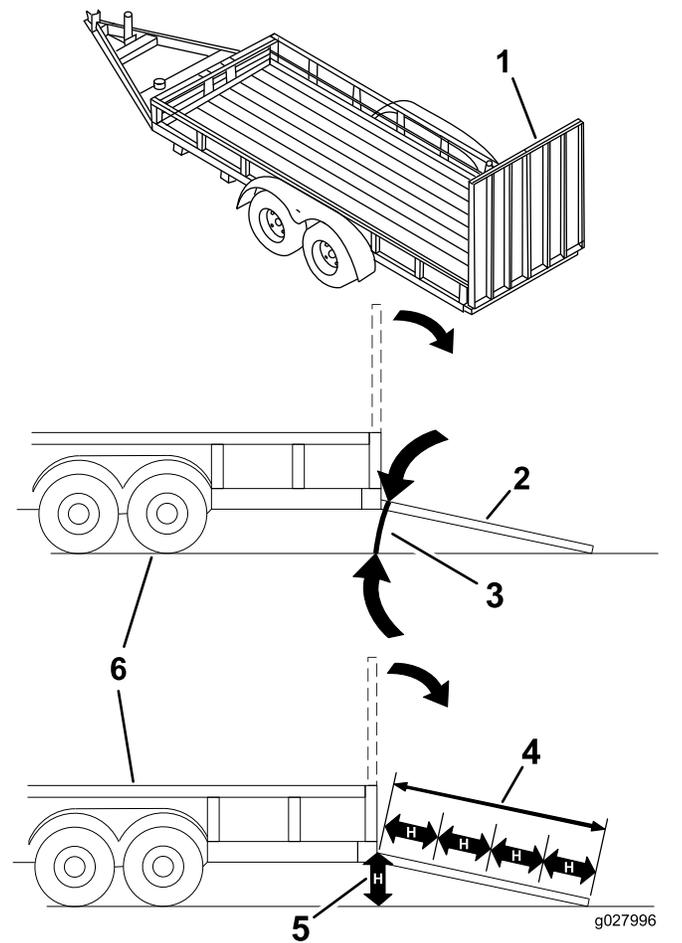

Bild 40
Beim Verladen einer Maschine auf einen Anhänger oder Pritschenwagen erhöht sich die Gefahr, dass die Maschine umkippt und schwere oder tödliche Verletzungen verursacht (Bild 40).
3. Senken Sie die Rampe ab und stellen Sie sicher, dass der Winkel zwischen der Rampe und dem Boden höchstens 15 Grad beträgt (Bild 40).
1. Senken Sie die Rampe ab und stellen Sie sicher, dass der Winkel zwischen der Rampe und dem Boden höchstens 15 Grad beträgt (Bild 40).